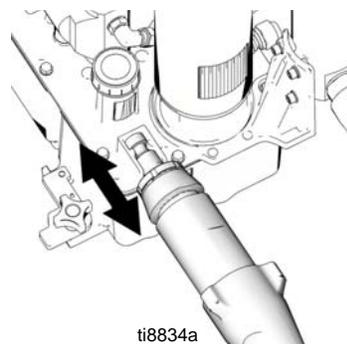

図 20
1. (図20) 必要な場合は、ポンプロッドを調整キャストイングに入れ、ポンプを引いてロッドを伸ばします。